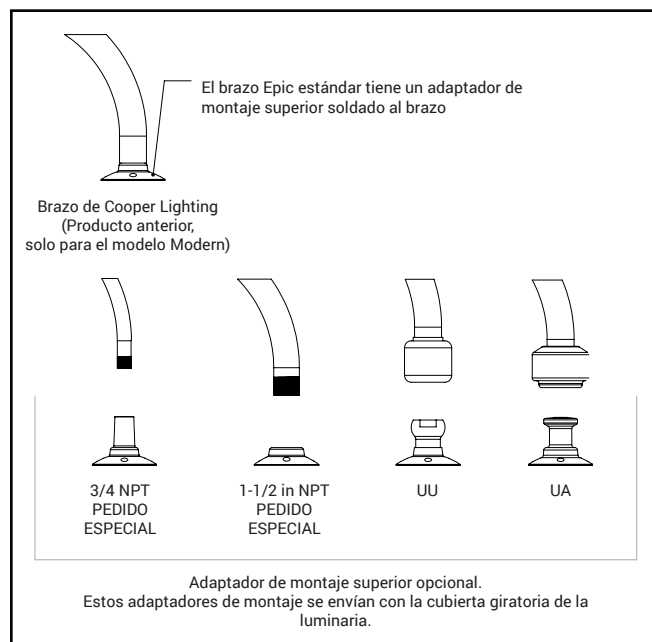

Figura 1.
1. Determine el tipo de brazo de montaje y la configuración de la luminaria que se pidió (Figura 1). El brazo de Cooper Lighting tendrá el adaptador de montaje superior soldado. Los adaptadores de montaje UU y UA vienen montados en la luminaria de fábrica.